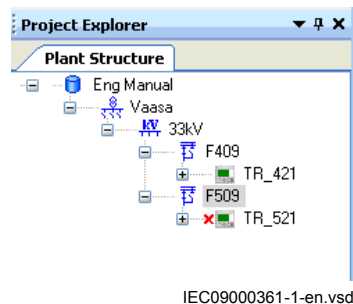

Figure 14: Structure d'installation affichant un DEI TR_421 en mode en ligne et un DEI TR_521 en mode hors-ligne
Il est possible de savoir si le DEI inséré est en mode hors-ligne ou en ligne dans la structure de l'installation. Une croix de couleur rouge en face du DEI indique le mode hors-ligne, comme indiqué dans la Figure 14.
6. Vérifier si le DEI, dont l'adresse IP a été insérée, a bien été détecté en ligne par le PCM600, voir Figure 14.